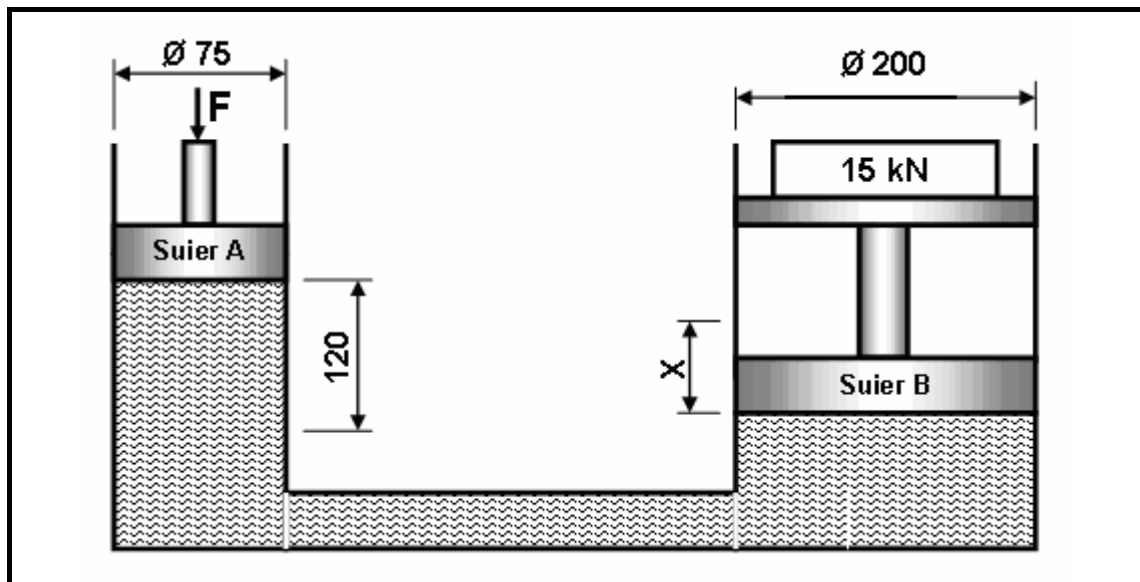

FIGUUR 5.1
- 5.2 'n Voertuig se werkverrigting kan verbeter word deur 'n blaser te gebruik. FIGUUR 5.1 toon 'n tipe blaser wat gebruik kan word.
- 5.2.1 Identifiseer die tipe blaser wat in FIGUUR 5.1 getoon word. (1)
- 5.2.3 Verduidelik die funksionering van die blaser in FIGUUR 5.1. (5)